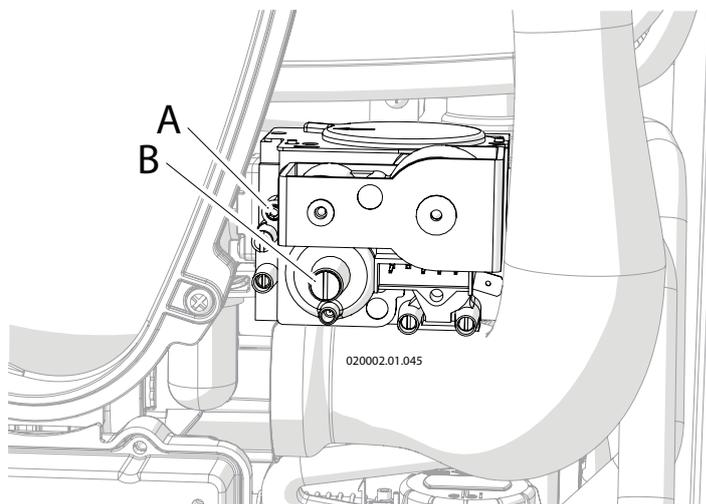

Figure 6-8 - Vanne du gaz
- 18.-ouvrir complètement la vis de réglage du CO2 détail « A » (Figure 6-8) ;